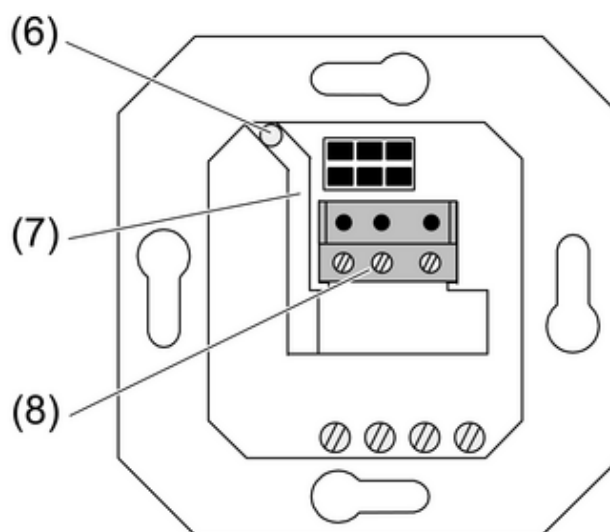
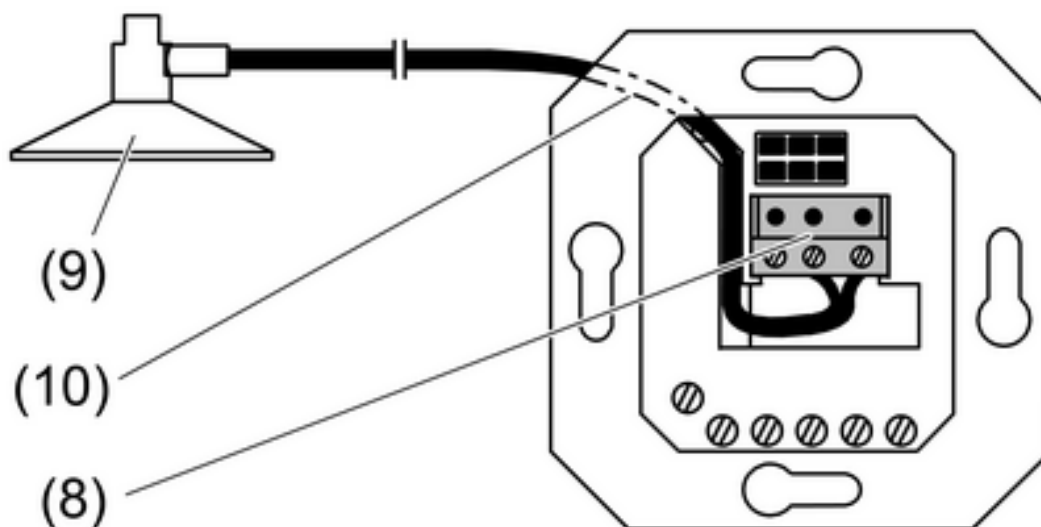
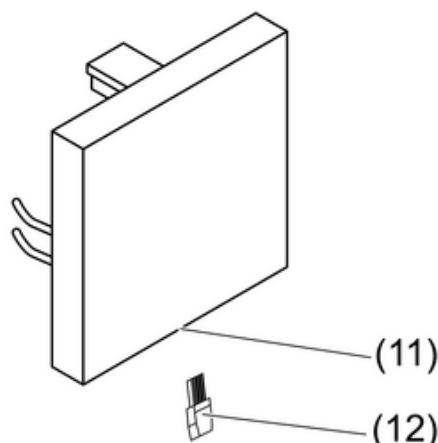

Рисунок 4: Прокладка кабеля датчика скрытой проводкой
Рисунок 5: Открытая проводка кабеля датчика
Рисунок 6: Датчик солнечного света на накладке
Монтаж кабеля датчика может быть выполнен тремя различными способами. Скрытая проводка (рисунок 4), открытая проводка (рисунок 5) и с помощью соответствующих накладок путем вставки кабеля датчика в накладку (рисунок 6).
- Вставьте кабель в отверстие (6) вставки и через кабельный канал (7) проведите в блок зажимов (8) (рисунок 4).
- Отрежьте штекер внутреннего датчика (9) для того, чтобы выполнить открытую проводку кабеля.
- Введите кабель датчика за несущей плитой (10) в кабельный канал к присоединительной клемме (8) (рисунок 5).
- Вставьте штекер (12) в розетку вставки (11) (рисунок 6).